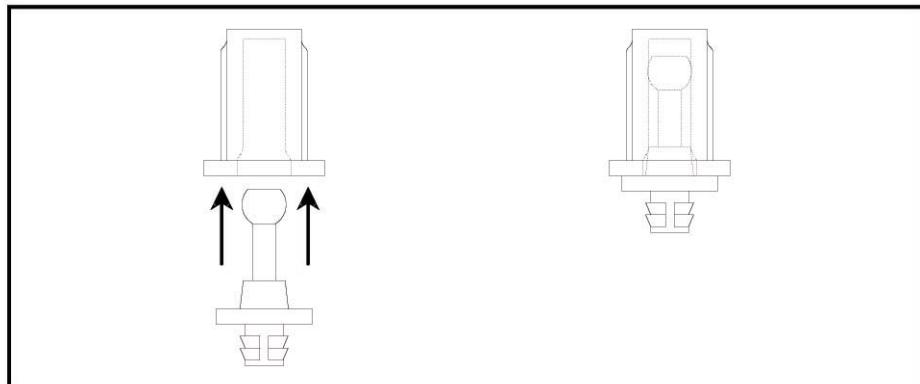

図 2.4 新しいグリルピンの取り付け器具へのセット
- 3、グリルピン取り付け用の器具に新しいグリルピンをセットしてください。(図 2.4 参照)